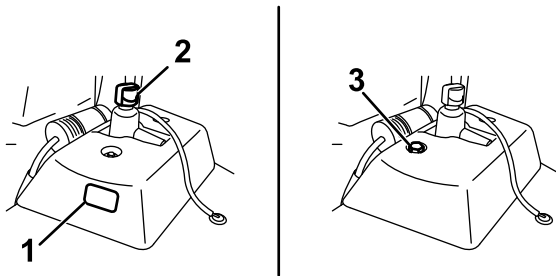

Figure 54
- Si le réservoir hydraulique auxiliaire comporte un regard, contrôlez le niveau d'huile par le regard (Figure 54), puis passez à l'opération 5.
- Si le réservoir hydraulique auxiliaire n'a pas de regard, localisez la jauge au sommet de la machine (Figure 54), puis passez à l'opération 3.